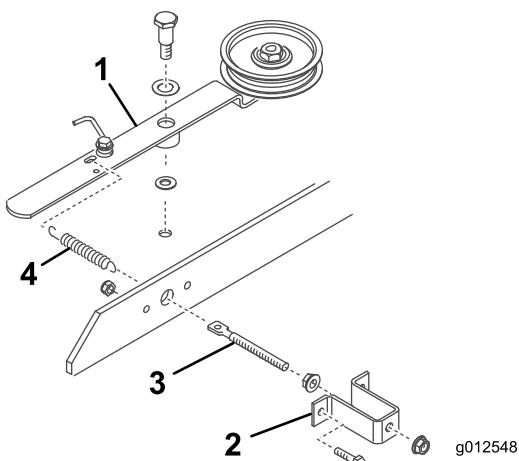

図 20
3. ねじ山付きロッドに、フランジナット5/16-18インチを取り付けて約 5cm 進める図 20。
4. ねじ山付きロッドをスプリングブラケットの大きい方の穴に入れ、もう1個のフランジナット5/16-18 インチで仮止めする図 20。フランジナットはまだ本締めしない。
5. ねじ山付きロッドのもう一方の端部をブリッジバーの穴に入れ、ボルト2本とロックナットでスプリングブラケットをブリッジバーに固定する図 20。
6. スプリングの短い方の端をねじ山付きロッドの穴に引っ掛け、長い方の端をアイドラームの穴に引っ掛ける図 20。
7. アイドラブーリーのアームを、以下の部品と共にその順序でデッキに取り付けるピボットねじ 3/8-16 インチ、スラストワッシャ 1/2 インチ、アイドラーム、スラストワッシャ 3/8 インチ、デッキ、ロックナット 3/8-16 インチ 図 20。この時点では、ねじ山付きロッドのフランジナットを締め付けない。プロアアセンブリとベルトの取り付けが終わった後にスプリングのテンション調整を行う。